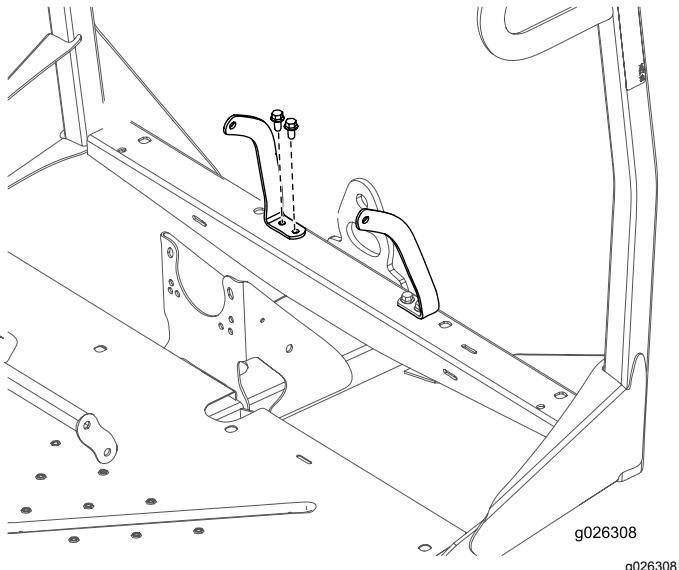

Figure 9
- Fixez l'ancrage des ceintures de sécurité droite et gauche au cadre avant avec 4 boulons (3/8" x 3/4") et 4 écrous (3/8"), comme montré à la Figure 9.